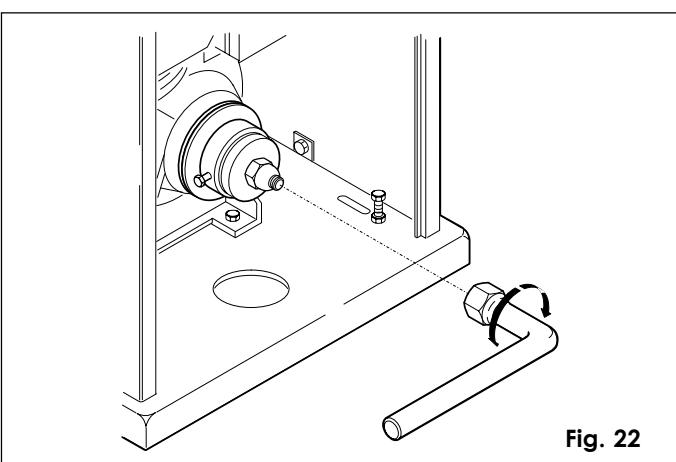

Fig. 22
- Con la llave que se incluye en el suministro, desenroscar la tuerca autobloqueante hasta liberar el embrague, como ilustra la fig. 22.
- Enroscar la tuerca autobloqueante hasta el tope (fig. 22).